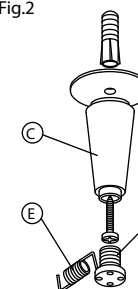

Fig.4
5. Colocar la tela metiendo los agujeros F en los extremos del muelle (fig 4).
5. Place the cloth by inserting holes F in the spring ends (fig 4).
5. Den Stoff durch die Löcher F an den Federenden stecken Abbildung 4.
5. Collocare la tela, mettendo i fori F agli estremi della molla fig 4.